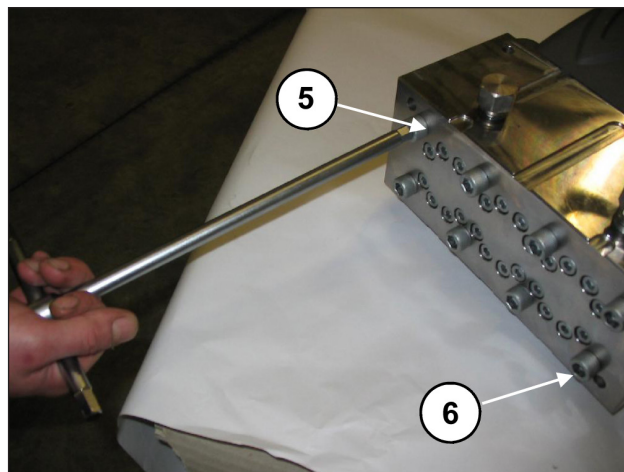
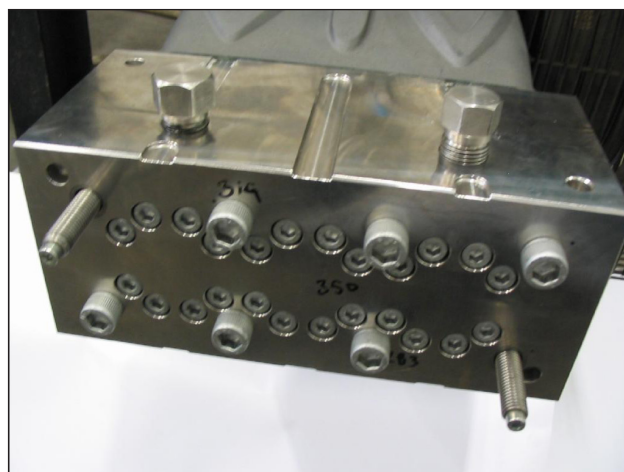

Fig. 35
Fig. 36
- Aflojar los tornillos de fijación del cabezal M12x260 5 y 6 como se indica en Fig. 35 y sustituirlos por dos tornillos - pasadores de servicio (cód. 27508200) como se indica en Fig. 36; a continuación, quitar los tornillos restantes.